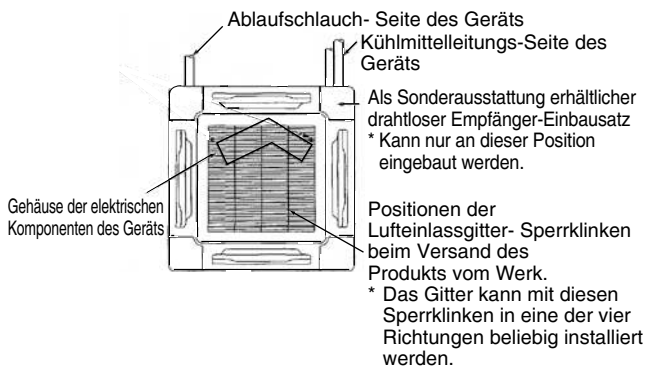

Abb. 9-15
- Bei dieser Deckenverkleidung können beim Einbau von Mehrfach-Geräten die Richtungen der Ansauglamellen des Lufteinlassgitters und die Position des Aufklebers mit dem Firmennamen auf der Eckenabdeckung je nach Kundenwünschen geändert werden. Der als Sonderausstattung erhältliche, drahtlose Empfänger-Einbausatz für die kabellose Fernbedienung kann allerdings nur an der Kühlmittelleitungsecke der Deckeneinheit montiert werden. (Abb. 9-15)